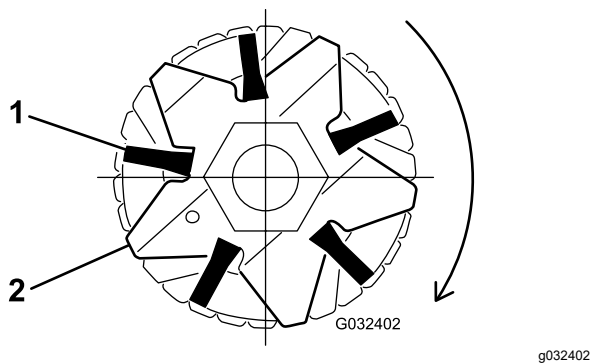

图 19
4. 检查刷子是否固定到疏草刀刀片插槽中图 17 和图 19。
5. 宽松地缠绕箍带如 图 17 所示绕着疏草刀滚刀轴和刷子将箍带插入刷子的凹槽中 图 19。